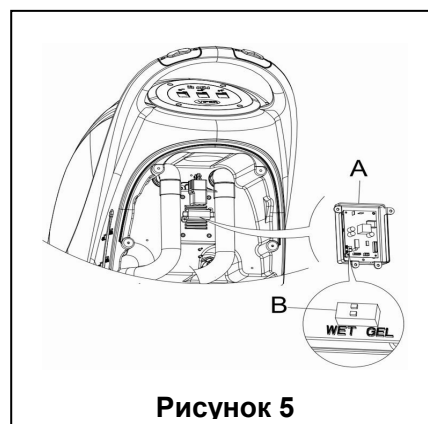

Рисунок 5
2. Снимите сливной шланг (15)
4. Снимите крышку (5), а также винты крышки батарейного отсека (10). Удалите винты на подставке PCB. DIP-переключатель (B) для регулировки модели батареи можно увидеть, когда переворачиваете PCB плату. (Смотрите **рисунок 5**)
5. Отрегулируйте микро DIP переключатель (B) в положение "WET",